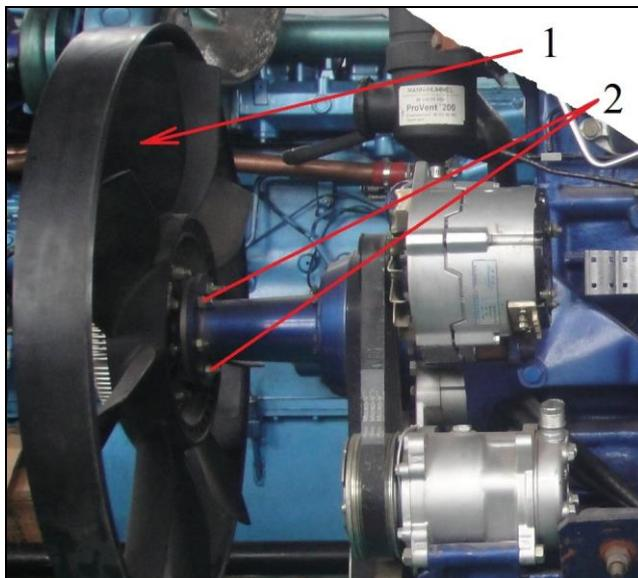

Рис. 7 Снятие вентилятора
2.5. Снятие вентилятора (см. рис. 7)